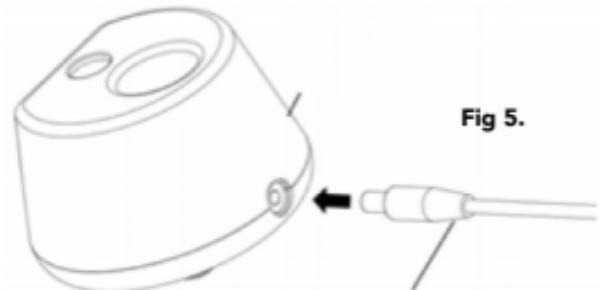

Fig 5.
- Branchez la fiche du bloc d'alimentation sur la prise située à l'arrière de la base de chargement, comme indiqué sur la figure 5 ci-dessous.